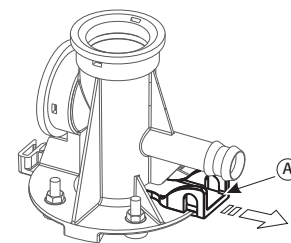

Fig. 7.a
- Die mechanische Schaltvorrichtung unter dem Dampfzylinder betätigen (siehe Teil A, Fig. 7.a).